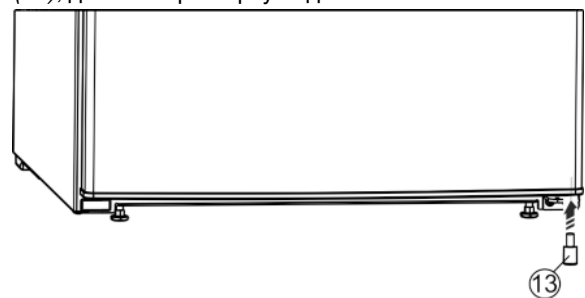

Fig. 11
- ▶ Поставете отново ограничителя *Fig. 11 (13)* долу отдясно във вратата, защото това е важно за стабилността на уреда.